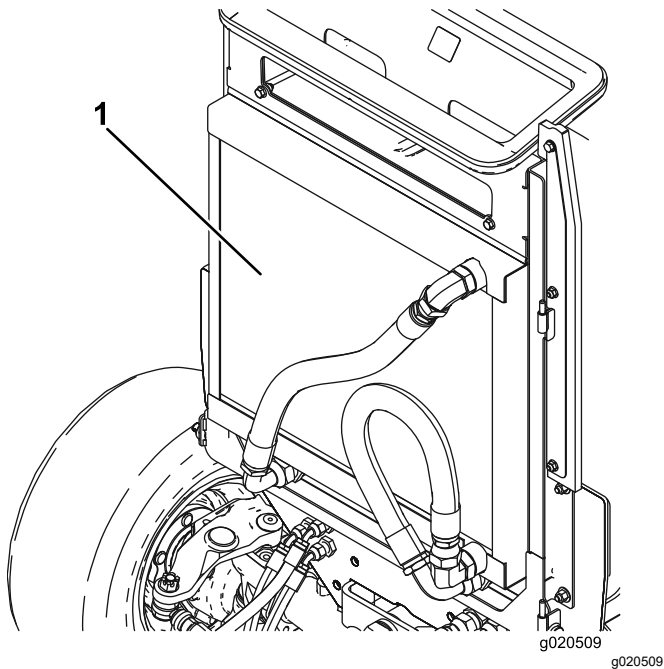

Figura 94
2. Limpie a fondo ambos lados de la zona del enfriador de aceite/radiador (Figura 94) con aire comprimido. Empezando en la parte delantera, sopla los residuos hacia la parte trasera. Luego, limpie desde atrás, soplando los residuos hacia adelante. Repita este procedimiento varias veces hasta eliminar todos los residuos.